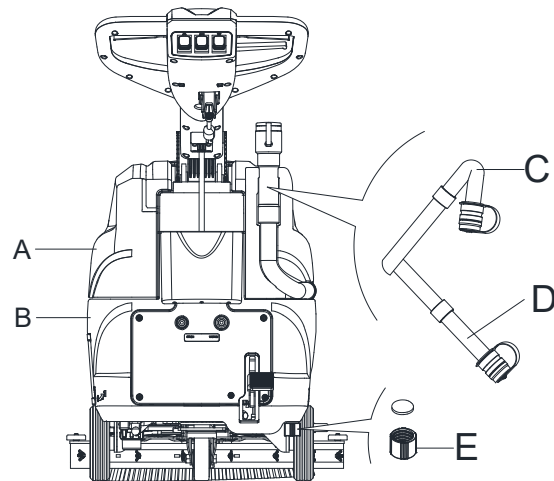

Abb. 10
Wenn Sie das Schmutzwasser entleeren muss der Saugschlauch für den Abfall (C, Abbildung 10) zusammengefasst und in eine niedrigere Position (D, Abbildung 10) abgesenkt sein. Öffnen Sie dann den Deckel der Saugschlauches für den Abfall, um das Wasser abzulassen. Richten Sie den Abfluss des Vakuumrohrs nicht nach oben, um das Wasser vertikal abtropfen zu lassen. Dadurch wird vermieden, dass Schmutzwasser auf den Gerätebediener geschüttet wird.
8. Leeren Sie den Lösungsmitteltank durch die Ablassabdeckung (, Abbildung 10). Nach der Beendigung spülen Sie den Behälter gründlich mit klarem Wasser aus.
2. Leeren Sie die Tanks (A und B, Abbildung 10) entsprechend den Anweisungen im vorherigen Absatz.